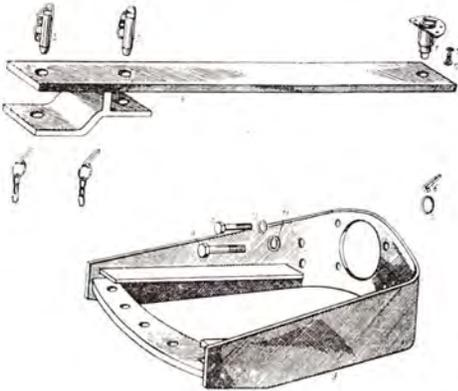

Abb. 88
1. Der Stift aus dem Schwingrahmenbolzen ist herauszunehmen (Abb. 88).